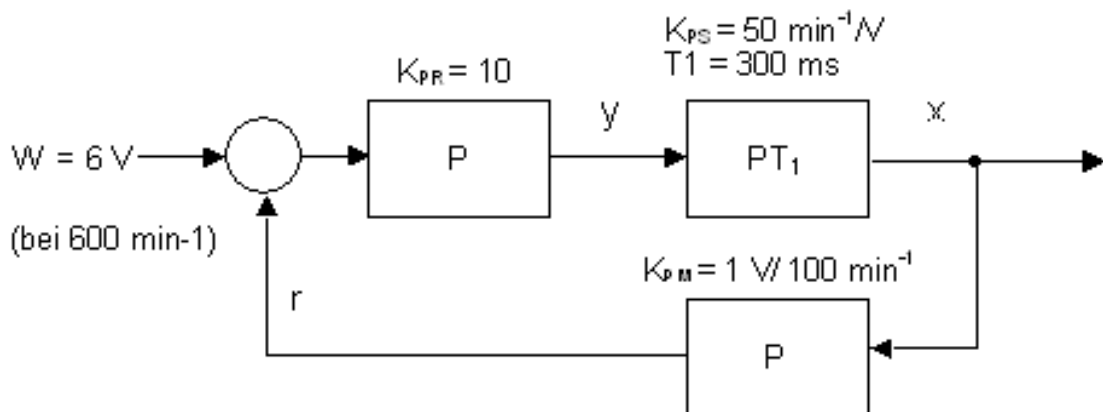

Bild 3.2.4
3.2.4 Das Bild 3.2.4 zeigt den Wirkungsplan der Drehzahlregelung eines Gleichstrommotors. Die Drehzahl ist die Regelgröße des Regelkreises.